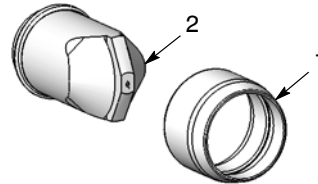

Abb. 21 Düse und Haltemutter
2. Siehe Abbildung 21. Die Düse (2) von der Haltemutter (1) abschrauben.